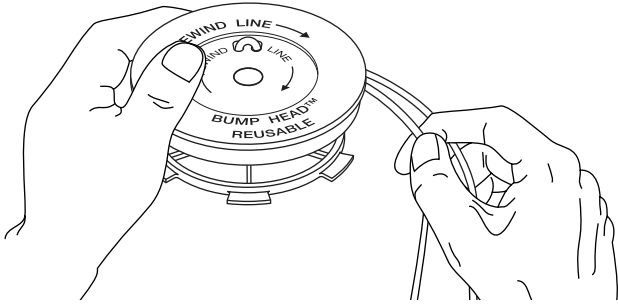

Fig. 19
7. Enroulez les fils en couches uniformes serrées sur le moulinet (Fig. 19). Enroulez le fil dans le sens indiqué sur le moulinet intérieur. Placez votre index entre les deux fils pour les empêcher de se superposer. Ne superposez pas les extrémités du fil. Passez à l'étape 11.